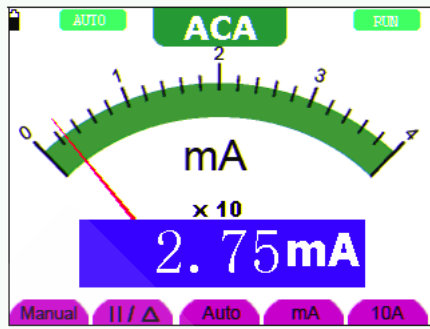

Рисунок 35.
3. Подсоедините красный и черный измерительные провода к обследуемой цепи, и на дисплее отобразится измеренное значение переменного тока (см. рисунок 35).